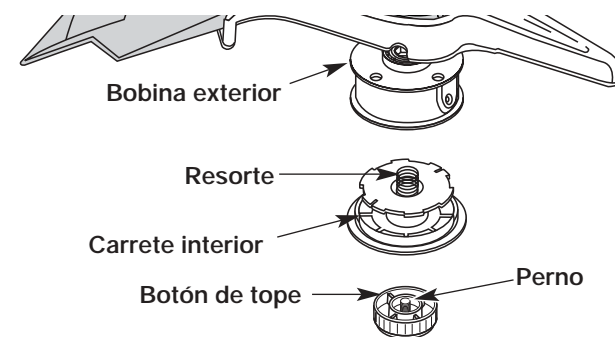

Fig. 31
1. Sostenga la bobina exterior con una mano y desenrosque el botón de tope en sentido antihorario (Fig. 31 o 32). Inspeccione el perno de adentro del botón de tope para verificar que se mueva con libertad. Cambie el botón de tope si está dañado.
2. Saque el carrete interior de la bobina exterior (Fig. 31 o 32).
3. Saque el resorte del carrete interior (Fig. 31 o 32).
1. Sostenga la bobina exterior con una mano y desenrosque el botón de tope en sentido antihorario (BL26BC) o en sentido horario (BL26C0). Inspeccione el perno dentro del botón de tope para verificar que se mueva con libertad. Cambie el botón de tope si está dañado (Fig. 31 o 32).
2. Saque el carrete interior viejo de la bobina exterior (Fig. 31 o 32).
3. Saque el resorte del carrete interior viejo (Fig. 31 o 32).